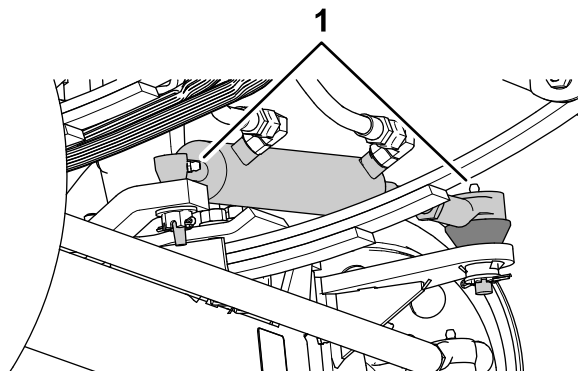
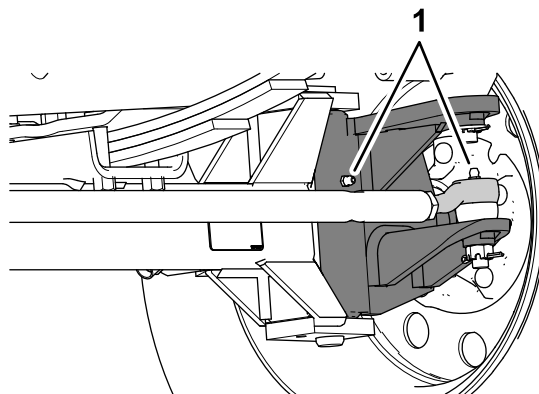

Figura 105
Figura 106
1. Limpie los engrasadores (Figura 105 y Figura 106).
2. Bombee grasa en los engrasadores (Figura 105 y Figura 106).
Nota: La ubicación de los engrasadores se indica en Figura 105.